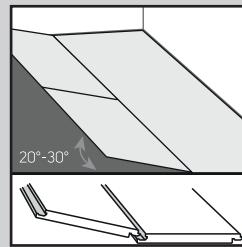
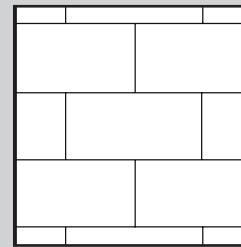
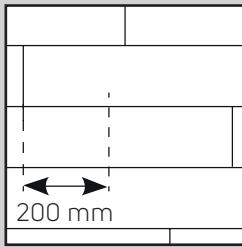

Fig. 3
Fig. 3a
Fig. 3b
- Begin aan de tweede rij. Houd de plank in een hoek van circa 30° en klik de messingzijde in de groef van de eerste rij. Duw de plank/tegel stevig aan. Leg de volgende plank/tegel door de messingzijde en groef langs de korte kant in elkaar te klikken. Duw de messingzijde en groef langs de lange kant in elkaar door de planken/tegels samen te kantelen (Fig. 3). De tegels en planken moeten in een baksteenpatroon worden gelegd zodat de vier hoeken nooit op hetzelfde punt samenkommen. (Fig. 3a en Fig 3b).